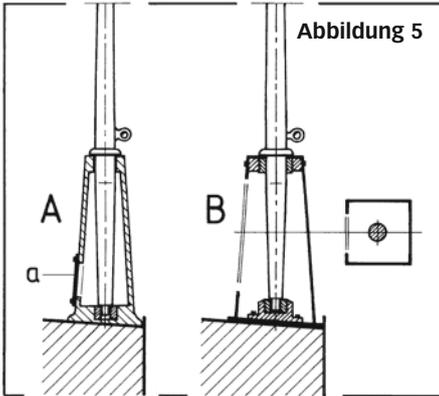
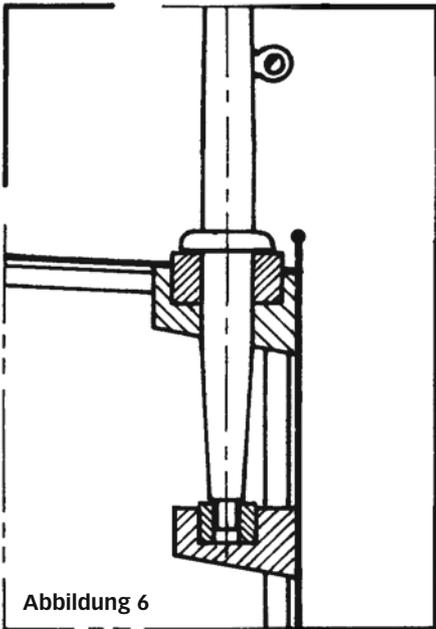
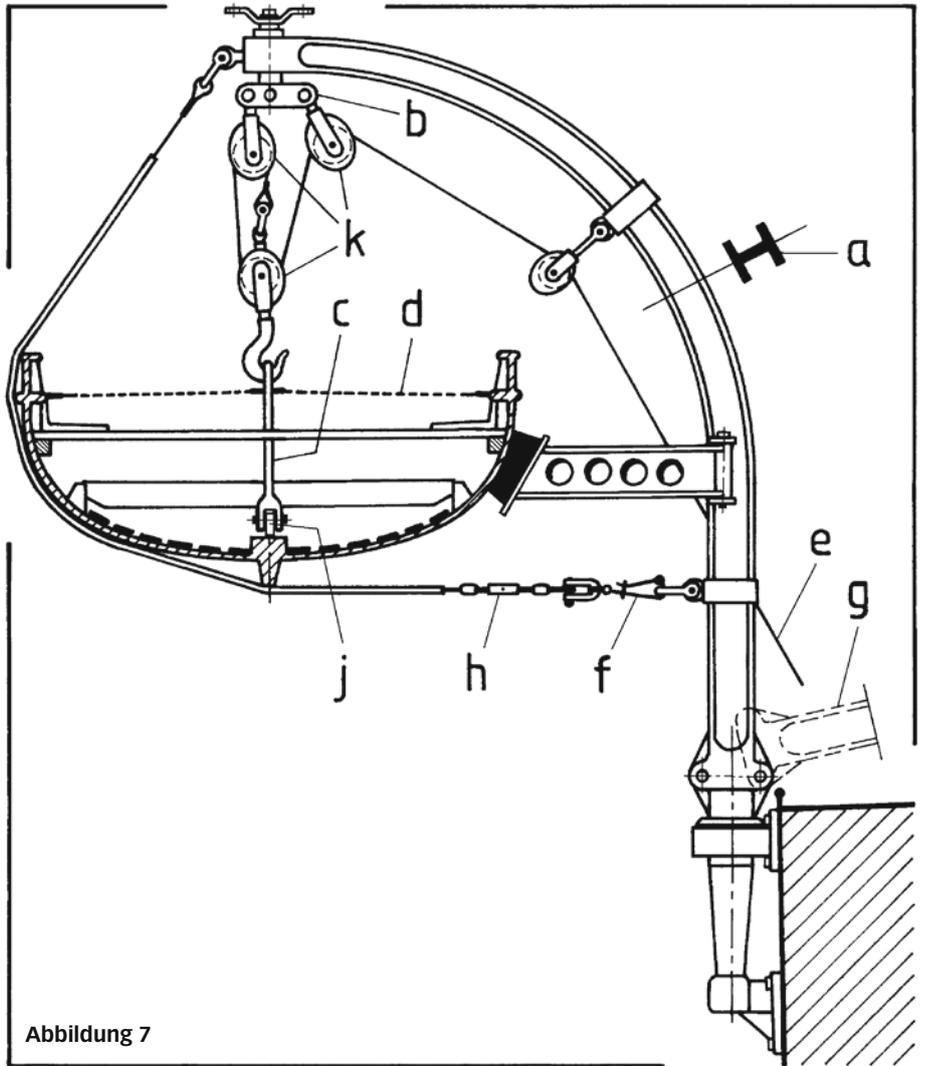

Abbildung 5
Abbildung 6
Abbildung 7
Bei moderneren Schiffen steckt der Davit in einem Koker (Abbildung 5). Das sind Gußteile (A) oder nach innen offene Schweißteile (B). Damit man das Fußlager bei den Gußkernen auch schmieren kann, muss ein Wartungsdeckel (a) vorhanden sein. Vielfach sind die Lager auch im Rumpf eingebaut (Abbildung 6). Bei Abbildung 7 habe ich einen Drehdavit dargestellt, wie er für das Aussetzen eines schweren Boots eines älteren Kampfschiffs genutzt wird. Der Davitarm ist ein Gußteil mit dem Querschnitt
Der Bolzen des Heißauges geht durch den Kiel und ist in der Kielschiene (f, Stahl) vernietet. Die (a) geht durch eine Ruderducht/Sitzbrett und wird so geführt. Ihr oberes Auge liegt so weit über dem Bootschwerpunkt (c) und das Boot kann nicht umkippen. Im Fall (B) fahren zwei Ketten von Ösen im Boot schräg zu einem Ring, der ebenfalls weit über (c) liegt. Bei (C) habe ich ein Beispiel vom vorderen Heißgeschirr gezeichnet. Hier wird die Verlängerungsstange von zwei seitlichen Stangen (h) in der Mitte gehalten, die zu Augen am Dollbord (j) fahren. Im Foto Abbildung 12 sehen wir Ketten (a) nach jener Variante, wie ich sie bei Abbildung 7 angedeutet hatte. Auch die eigentlichen Hanger sind hier (stärkere) Ketten.